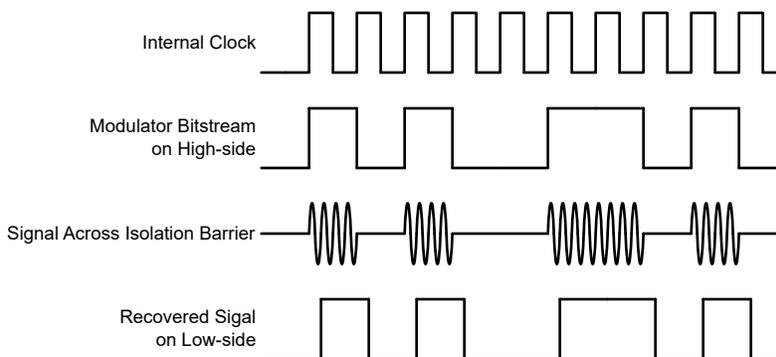

図 7-1. OOK ベースの変調方式
図 7-1 に示されているように、AMC0x11D-Q1 は、オン / オフ キーイング (OOK) 変調方式を使用して、変調器の出力ビットストリームを、 SiO_2 ベースの絶縁膜間で伝送します。送信ドライバ (TX) を 機能ブロック図 示します。TX は、内部で生成された高周波キャリアを絶縁バリア越しに送信し、デジタル 1 を表現します。ただし、TX はデジタル 0 を表す信号を送りません。AMC0x11D-Q1 で使用されるキャリアの公称周波数は 480MHz です。